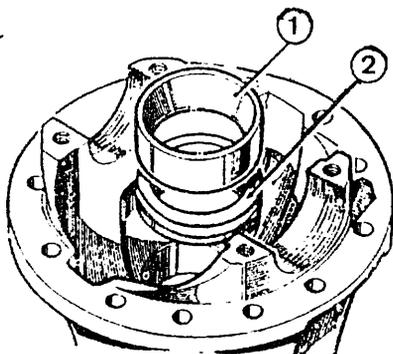

Fig. 5A.2-19
2. Si el piñón está marcado con el signo (+), suplemente la pista (1) (Fig. 5A.2-19) con la medida resultante de restar a la medida (B) el número existente después del (+).